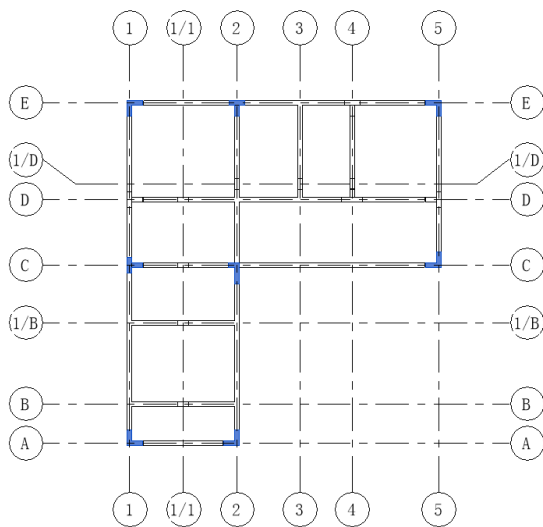
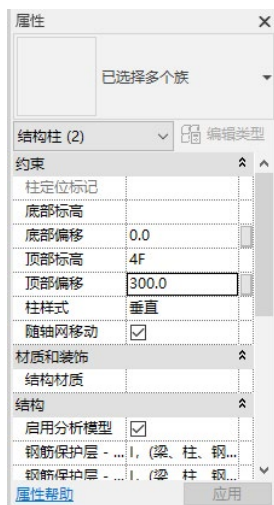

图 6-55 选择柱
图 6-56 “属性”选项板
(1) 按住 Ctrl 键在视图中选择如图 6-55 所示的柱, 然后在“属性”选项板中更改“顶部偏移”为“300.0”, 如图 6-56 所示。